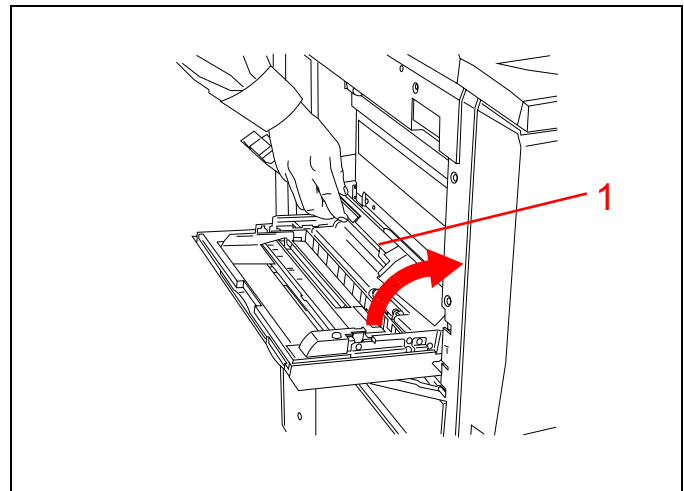

**Figura 11**
**Mostre** como abrir a porta do lado esquerdo. Consulte a Figura 11.